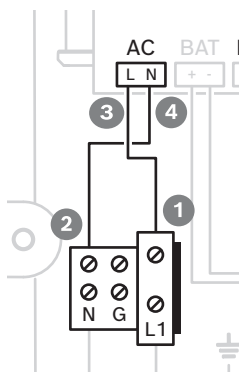

Figura 3.2: Conexões do indicador LED
2. Conecte o fio azul na porta marcada com N (Figura 3.2, posições 2 e 4).
3. Conecte o fio marrom na porta marcada com L (Figura 3.2, posições 1 e 3).
4. Conecte o fio marrom simples na posição 3, marcada com L (Figura 3.2).
5. Conecte a outra extremidade do fio marrom na posição 1, marcada com L1 (Figura 3.2).
6. Conecte o fio azul simples na posição 4, marcada com N (Figura 3.2).
7. Conecte a outra extremidade do fio azul na posição 2, marcada com N (Figura 3.2).
2. Conecte o fio neutro no terminal N (Figura 3.2).
3. Conecte o fio de fase no terminal L1 (Figura 3.2).